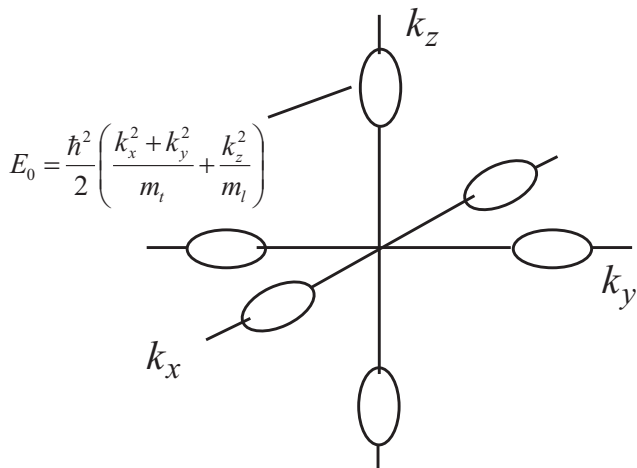

図 1 Si の伝導帯谷構造の模式図．
1. Si は，ブリルアンゾーンの X 点と呼ばれる位置よりやや Γ 点よりに伝導帯の底 (谷) を持つ．第 1 ブリルアンゾーンの中には 6 つの等価な X 点があって，従って 6 つの谷は縮退している．各谷は楕円体形状をしており，異方的有効質量は， m_t (楕円体の円形断面方向, effective transverse mass) が $0.19m_0$ ， m_l (楕円断面のもう 1 つの軸方向, effective longitudinal mass) が $0.97m_0$ とサイクロトロン共鳴により測定されている (図 1)．価電子帯の頂上はブリルアンゾーン中央の Γ 点にあり，非放物線性が強く有効質量の明瞭な定義は困難であるが，平均的な有効質量として，重い正孔 $m_{hh} = 0.49m_0$ ，軽い正孔 $m_{lh} = 0.16m_0$ が得られている．